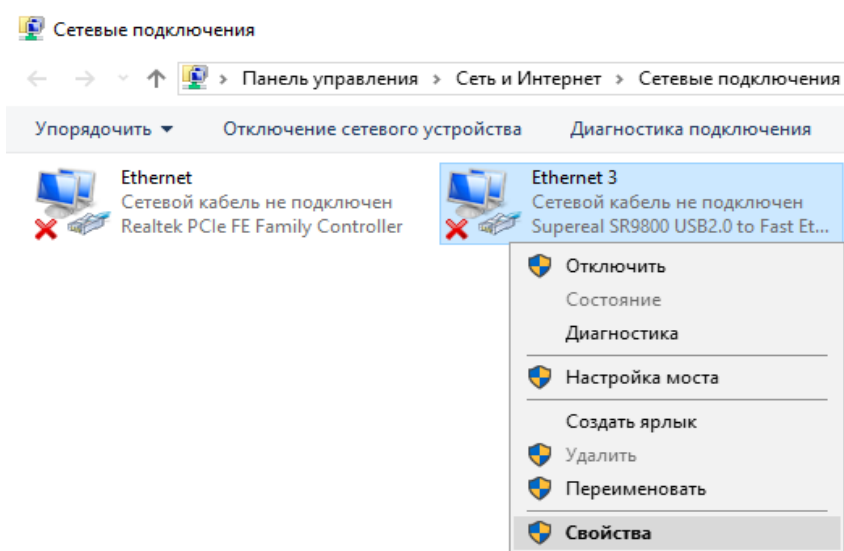

Рисунок 6.1.4 Сетевые подключения
- Нажатием правой кнопкой мыши открыть список доступных действий, перейти во вкладку «Свойства» нажатием левой кнопки мыши, рисунок 6.1.4.